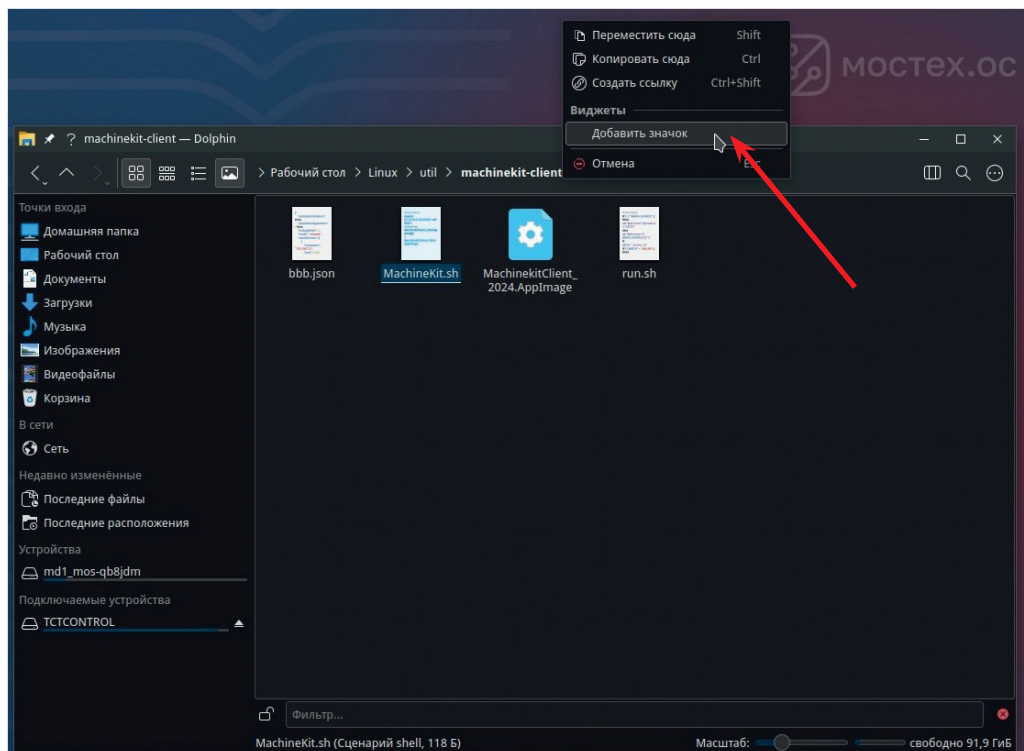

Рис. 19
- Отпустив левую кнопку мыши, появится меню. Выберите **Добавить значок** (рис. 19).